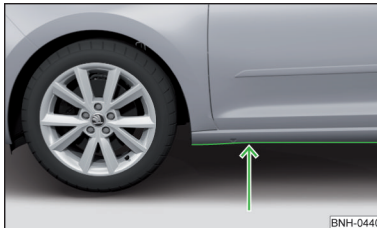

Abb. 189
- Daher vor einer Wasserdurchfahrt die Wassertiefe feststellen. Der Wasserstand darf maximal an die Unterkante des Unterholms reichen » Abb. 189.